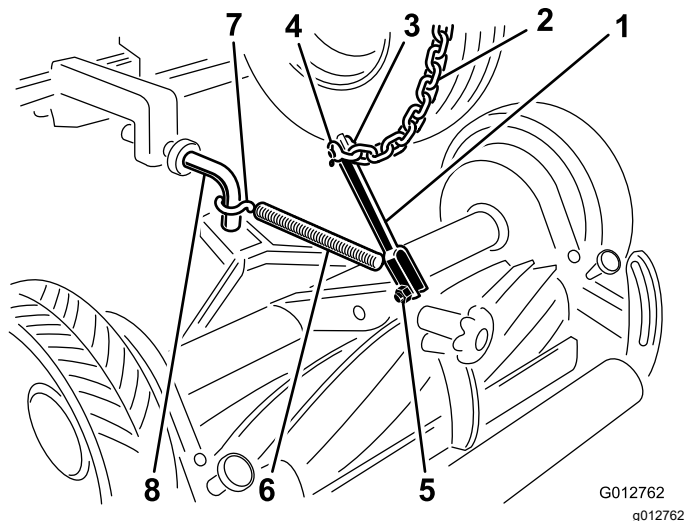

图 13
- 用长挂钩、柱销与开口销将升降支架固定到 1 号升降链上后部中心图 13。
- 如图 13 所示使用升降支架上的底部安装孔用平头螺丝 $\frac{3}{8} \times 1\frac{1}{2}$ 英寸和锁紧螺母 $\frac{3}{8}$ 英寸将升降支架固定到剪草机安装支架上。
- 用 S 形钩将弹簧钩在升降支架的上安装孔中并将弹簧的另一端钩在升降保护环上图 13。